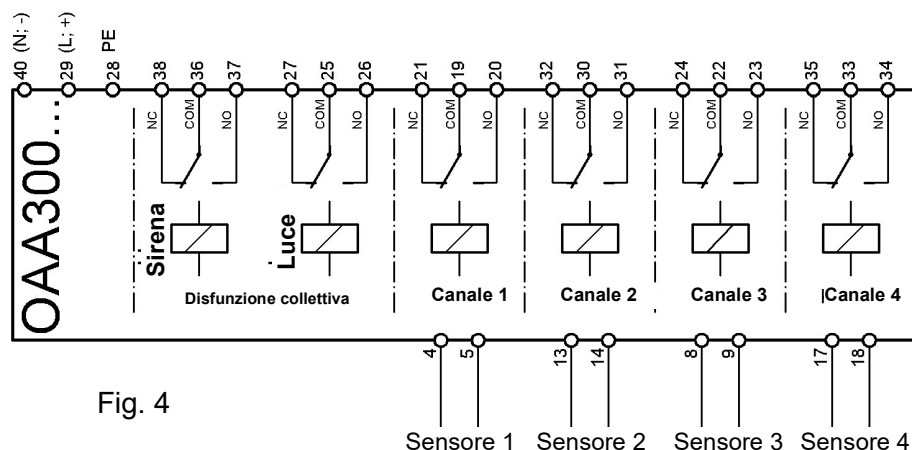

Fig. 4
**OAA-300 Rivelatori allarme visivo e acustico (Fig. 4):**